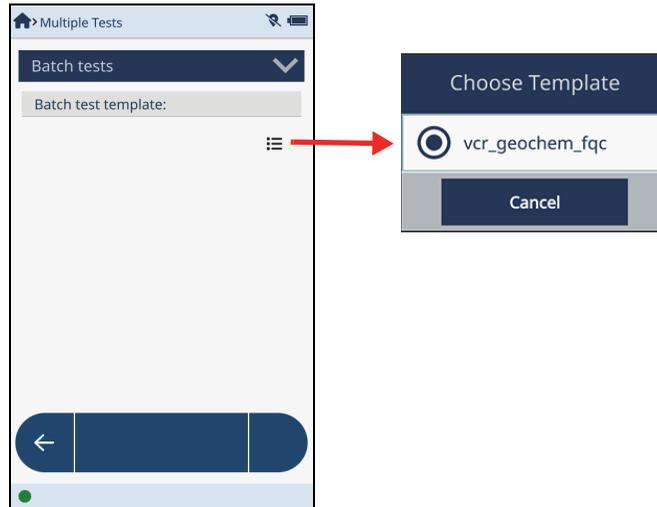

图 2-7 批次检测模板
2. 点击**Template**（模板）列表按钮（☰），显示可用的批次模板（参见第29页的图 2-7）。